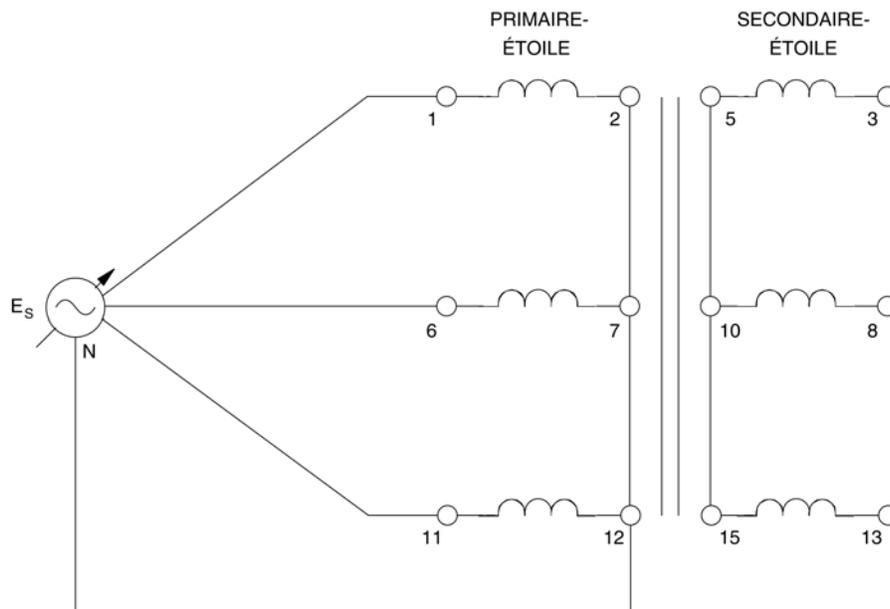

Figure 9-7. Transformateur triphasé raccordé en étoile-étoile.
13. Mettez l'interrupteur principal du Bloc d'alimentation à la position O (arrêt) et raccordez le module Transformateur triphasé dans la configuration étoile-étoile, comme à la figure 9-7.